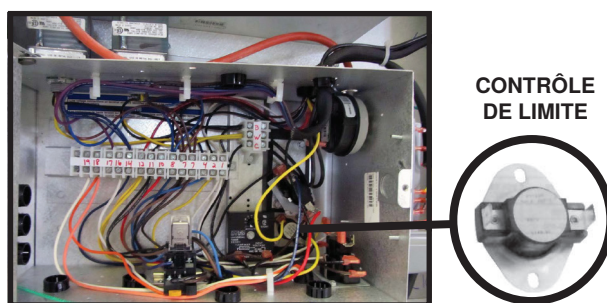

Figure 1. Boîtier électrique dans le compartiment de contrôle
2. Remplacer le contrôle de la limite (voir **Figure 1**):